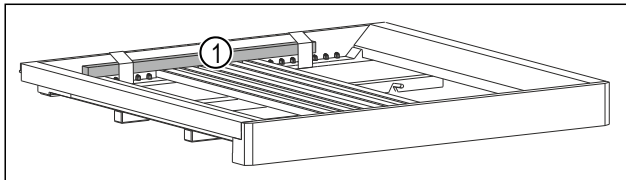

Fig. 47 *
- ▶ Távolítsa el a farudat Fig. 47 (1).*